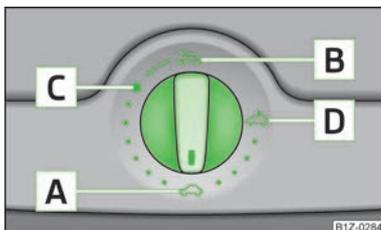

Fig. 20
El techo corredizo/elevable se maneja con el conmutador giratorio » fig. 20 y sólo funciona estando conectado el encendido. El conmutador giratorio tiene varias posiciones.
Si se desembornó y se volvió a embornar la batería del vehículo, puede ocurrir que el techo corredizo/elevable no cierre del todo. Por ello, se deberá colocar el conmutador giratorio en la posición **A** » fig. 20 y presionar hacia delante durante unos 10 segundos.
- Girar el conmutador a la posición **C** » fig. 20 de la página 37.
- Girar el conmutador a la posición **B** » fig. 20 de la página 37 y mantenerlo en esa posición (posición con resorte).
- Girar el conmutador a la posición **D** » fig. 20 de la página 37.
- Girar el conmutador a la posición **A** » fig. 20 de la página 37.
El techo corredizo/elevable está equipado con un limitador de fuerza. Si un obstáculo (p. ej., hielo) impide el cierre, el techo corredizo/elevable se parará y se abrirá completamente. Se puede cerrar por completo el techo corredizo/elevable sin limitación de fuerza, pulsando el interruptor en la posición **A** » fig. 20 de la página 37 delantera hasta que el techo corredizo/elevable esté completamente cerrado » **I**.
Tras cada accionamiento de emergencia (con la llave Allen) se debe colocar el techo corredizo/deflector en la posición básica. Por ello, se deberá colocar el conmutador giratorio en la posición **A** » fig. 20 de la página 37 y presionar hacia delante durante unos 10 segundos.